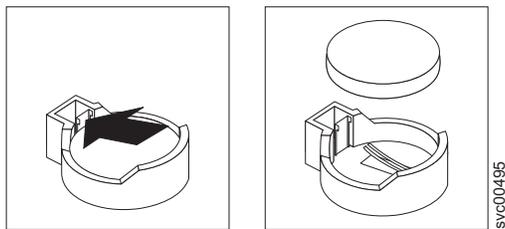

図 132. SAN ボリューム・コントローラー 2145-8A4 CMOS バッテリーの取り外し
7. 図 132 に示すように、CMOS バッテリーを取り外します。